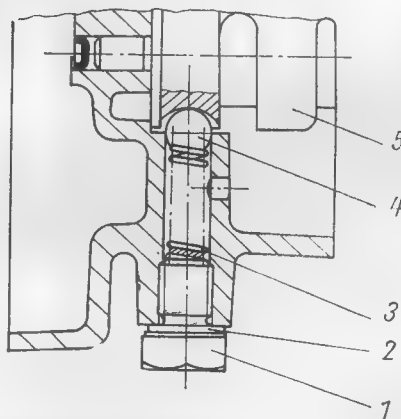

Bild 183. Leergangarretierung
- Die Leergangarretierung (Bild 183) montieren. Anzugsmoment der Schraube 23_{-4,5} Nm (2,3_{-0,45} kpm).